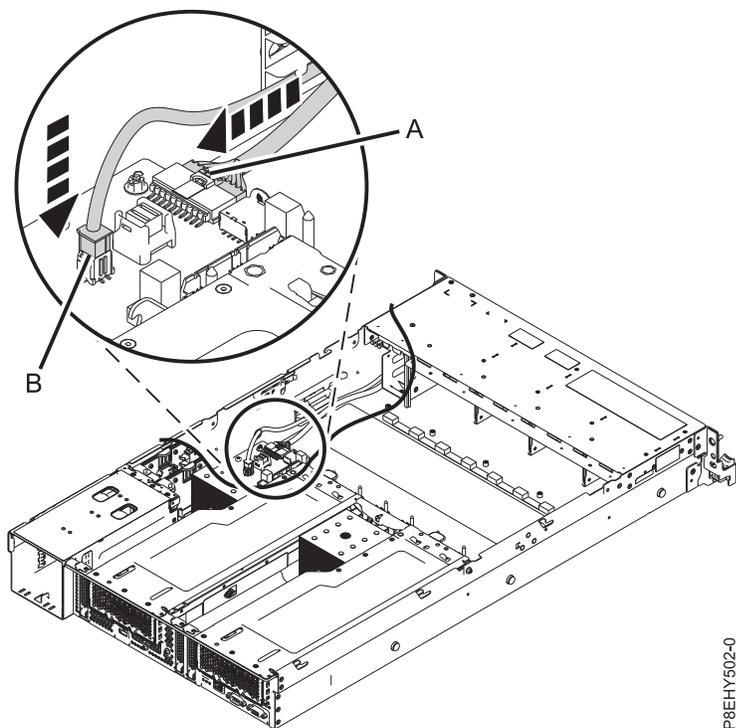

Figure 27. Raccordement des câbles
6. A l'aide des étiquettes, raccordez le câble USB avant (**A**) et le câble d'interrupteur d'alimentation (**B**) au fond de panier système. Pour plus d'informations, voir figure 27, à la page 31. Assurez-vous que la patte de retenue du cordon s'enclenche sur les connecteurs.